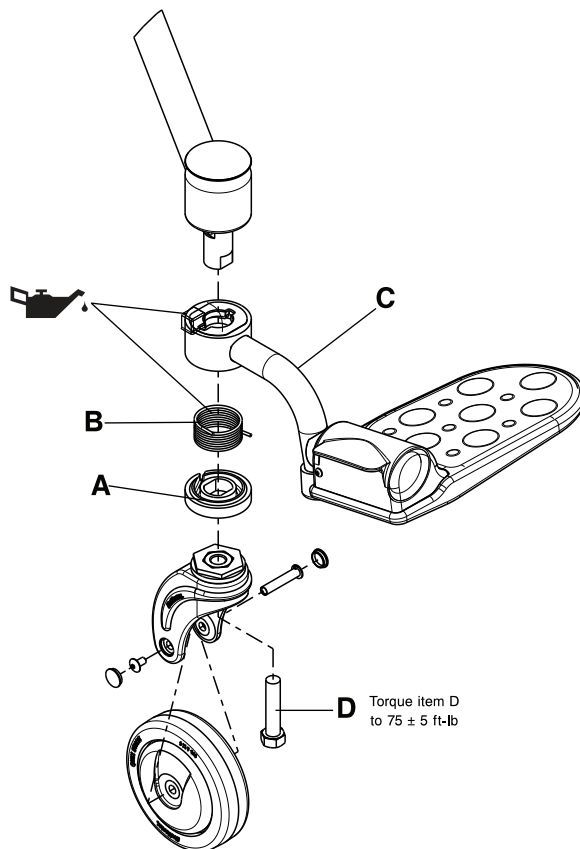

Fig. 8-27: Udskiftning af svingbar fodplade
4. Tag fat i fodpladens nederste fjederholder (A) og træk den nedad for at fjerne den. Kassér fjederholderen.
5. Fjern og kassér fodpladens torsionsfjeder (B).
7. Drej og træk nedad for at fjerne den svingbare fodpladesamling (C). Kassér samlingen.
8. Påfør Syntec smøreolie (3000-200-719) i alle relevante områder (Fig. 8-27 på side 8-43).
9. Gentag trin 3-8 i omvendt rækkefølge for at installere den leverede fodpladesamling. Brug en 3/8 tommer drejementnøgle til at spænde svinghulets gaffelbolt (D) til  $75 \pm 5$  ft-lb ( $102 \pm 7$  Nm), før du installerer hjulet på gafflen.